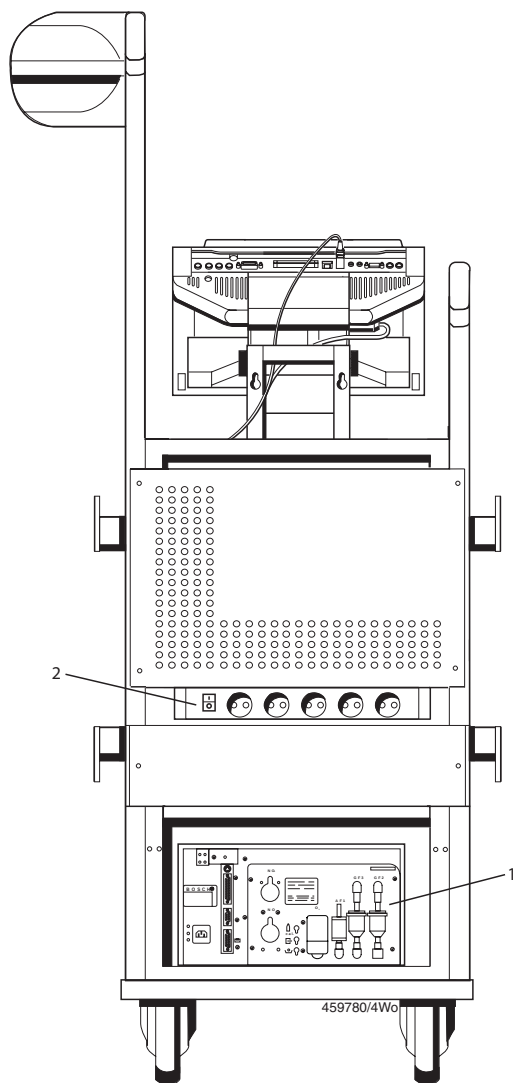

Fig. 2: Vue de l'arrière FSA 750
La mise en marche ou à l'arrêt du FSA 750 se fait avec l'interrupteur général situé au dos de l'appareil (voir fig. 2 ; pos. 2).